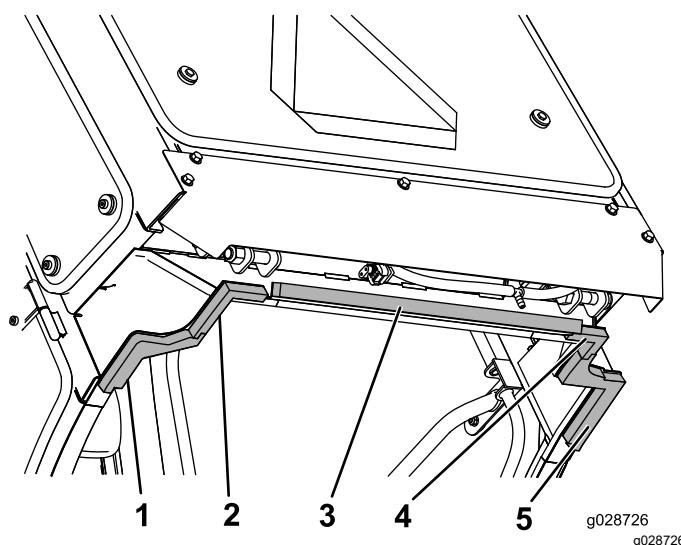

Figura 61
3. Alinee los bordes interiores de las piezas de espuma central izquierda y central derecha con las piezas traseras izquierda y derecha, encajando entre sí las pestañas (Figura 61).
2. Instale las juntas de espuma trasera derecha y trasera izquierda en las esquinas interiores del borde trasero inferior del bastidor de la cabina, como se muestra en la Figura 61.